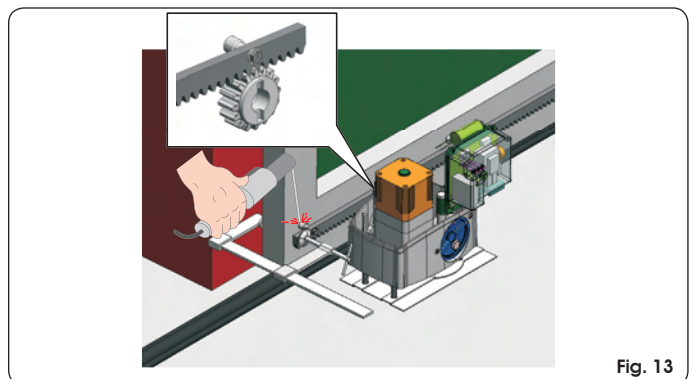
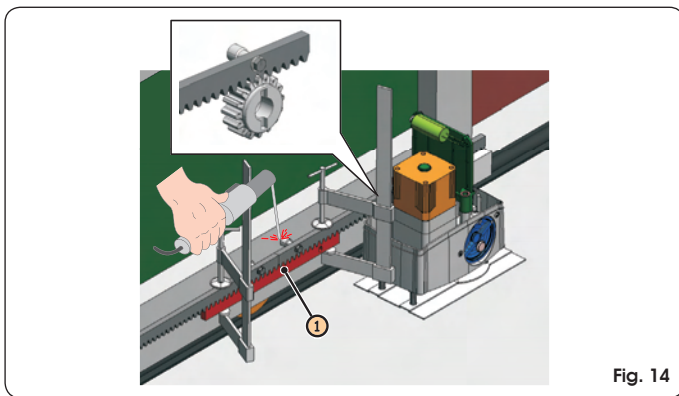

Fig. 13
Fig. 14
- ① Monte los tres pasadores roscados sobre el elemento de la cremallera, colocándolos en la parte superior de la ranura. De este modo el juego en la ranura permitirá efectuar las regulaciones que fueran necesarias.
- ② Coloque manualmente la hoja en posición de apertura.
- ③ Apoye sobre el piñón la primera pieza de cremallera comprobando que esté perfectamente horizontal y suelde el pasador roscado en la cancela como se indica en la Fig. 13.
- ④ Mueva manualmente la cancela, comprobando que la cremallera se apoye sobre el piñón y suelde el segundo y el tercer pasador.
- ⑤ Acerque otro elemento de cremallera al precedente utilizando, para sincronizar la dentadura de los dos elementos, un trozo de cremallera como se indica en la Fig. 14 ref. ①.
- ⑥ Mueva manualmente la cancela y suelde los tres pasadores roscados prosiguiendo hasta la cobertura completa de la cancela.
- ① Coloque manualmente la hoja en posición de apertura.
- ② Apoye sobre el piñón la primera pieza de cremallera e intercale el distanciador entre la cremallera y el borde de la cancela. Compruebe con un nivel de burbuja que la cremallera esté perfectamente horizontal y marque con un lápiz el punto de taladrado.
- ③ Taladre con una broca de  $\varnothing 6.5$  mm, y enrosque con macho de M8. Atornille el perno.
- ④ Mueva manualmente la cancela, comprobando que la cremallera se apoye sobre el piñón y repita las operaciones indicadas en el punto ③.
- ⑥ Mueva manualmente la cancela y realice las operaciones de fijación como para el primer elemento, prosiguiendo hasta la cobertura completa de la cancela.